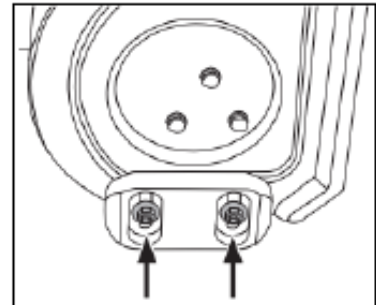

Figure 33
2. Faites pivoter la goulotte vers le haut ou vers le bas avant de resserrer le bouton à oreilles, voir Figure 33.